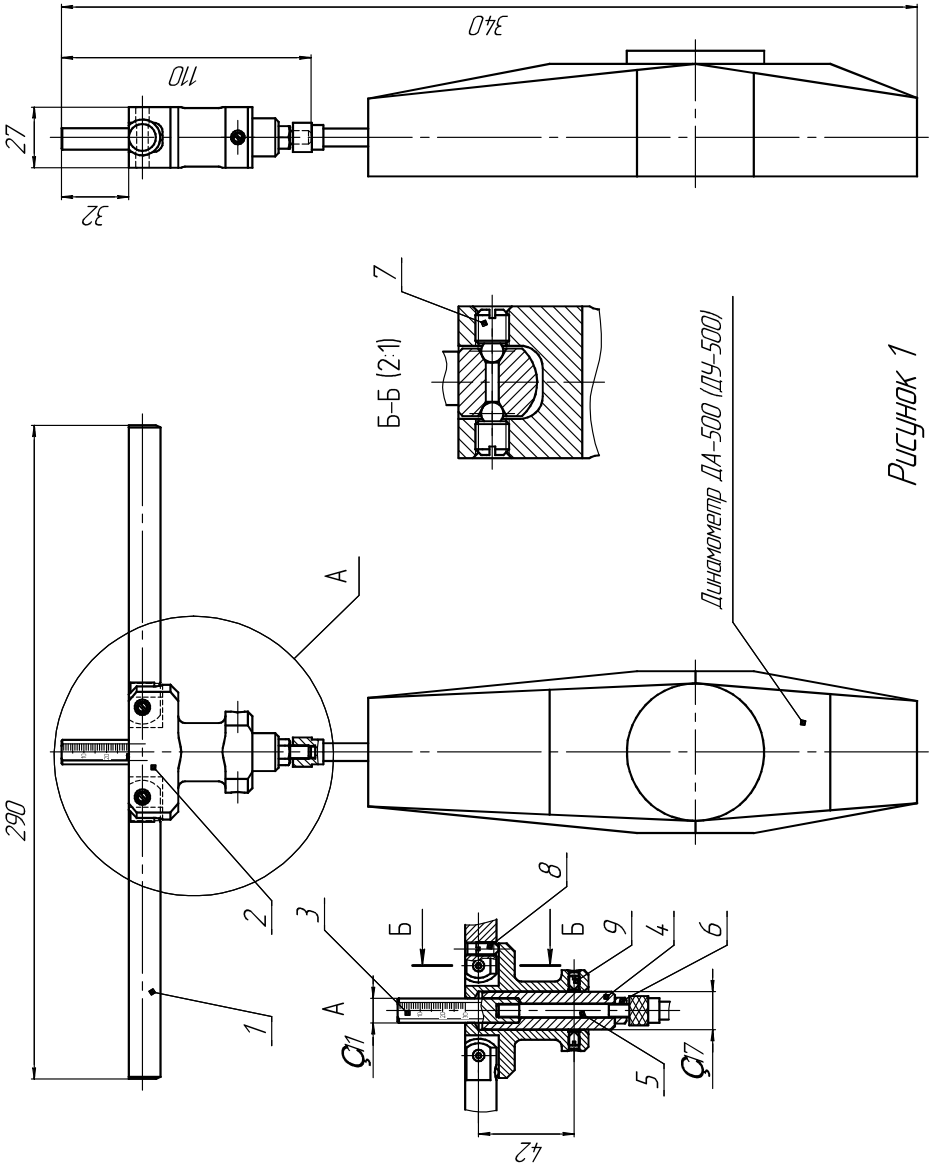

Рисунок 1
3.1 Насадка для определения величины прогиба приводных ремней. В состав конструкции насадки входит (рис.1):